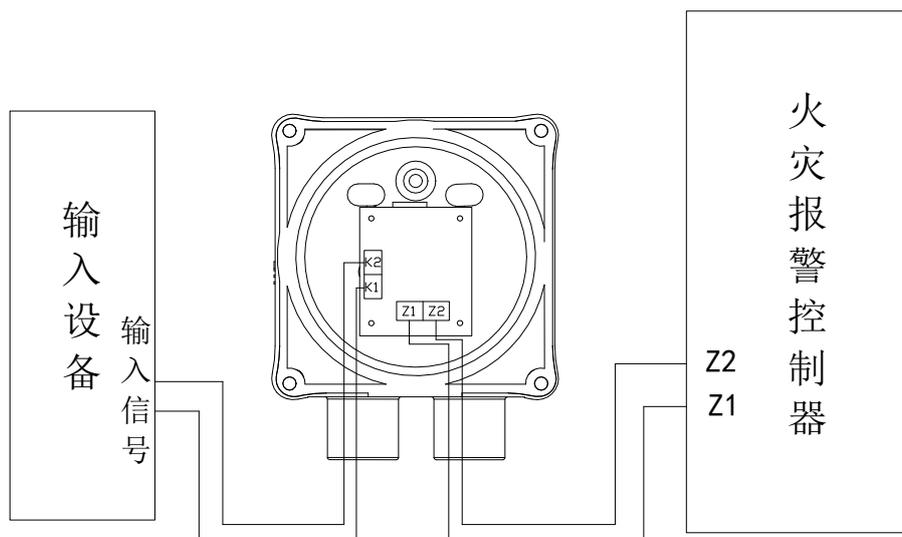

图 1-79 应用示意图
1、报警按钮的 Z1、Z2 端子与控制器总线连接，K1、K2 端子需要时可作为其它消防设备的输入信号，图 1-79 所示。